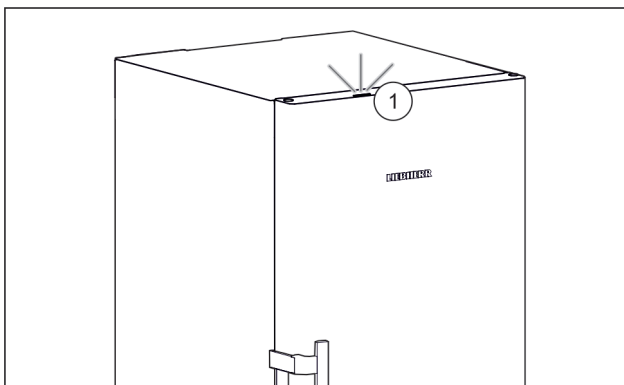

Fig. 51 Активна светлина за състояние при затворена врата
- ▷ Светлината за състояние Fig. 51 (1) е активирана.